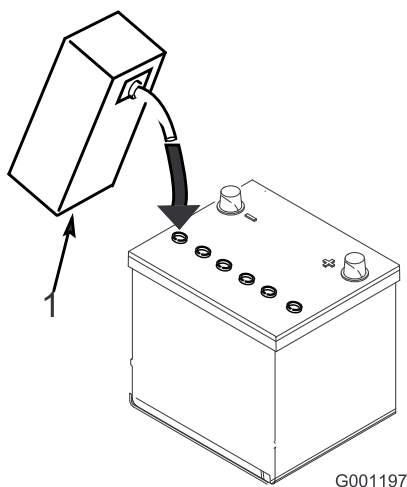

Figura 5
5. Riempite con cautela ciascun elemento finché il livello dell'elettrolito non copre le piastre con 6 mm circa di fluido (Figura 5).